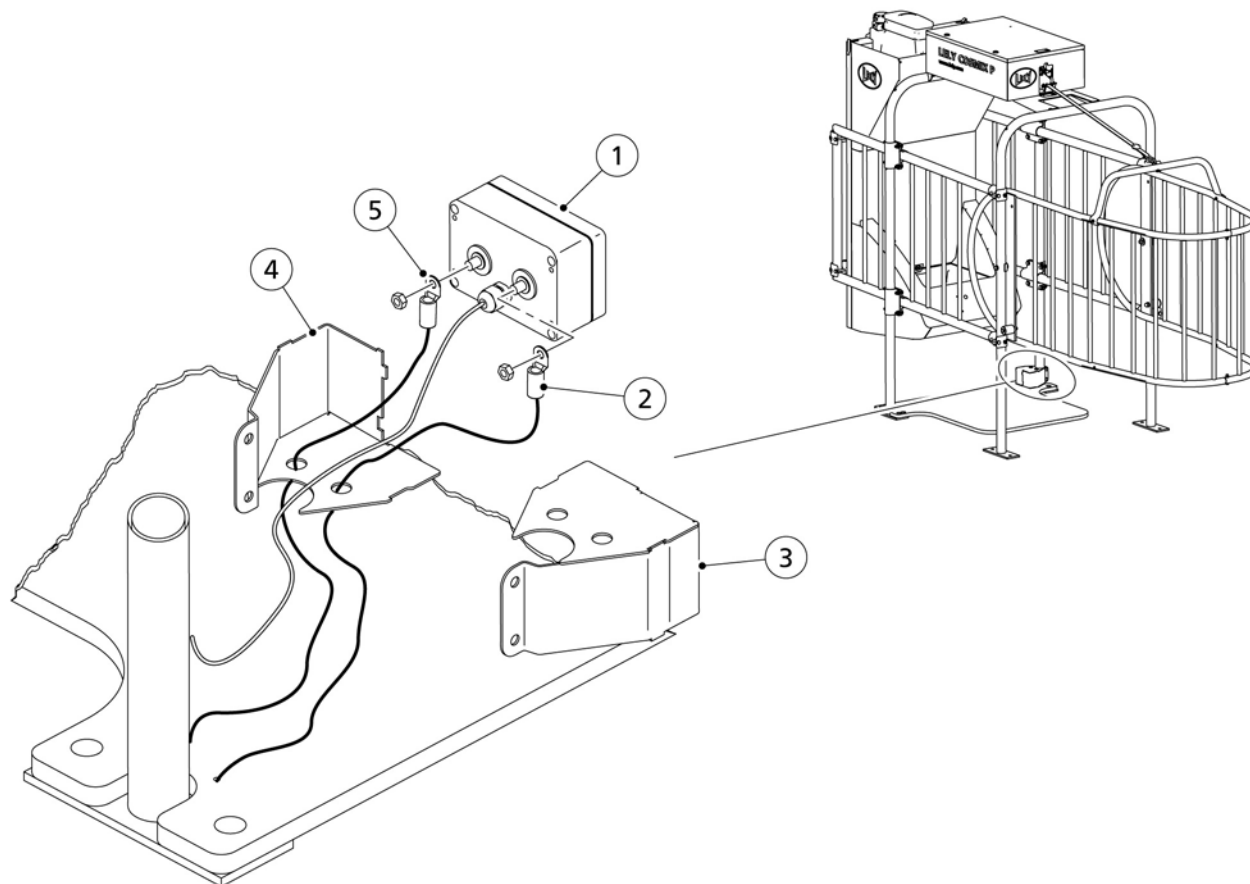

Figure 30. EWA transformaatori paigaldamine
3. Ühendage must õhutoru klapiploki toruliitmikuga (7, fig. 30, page 5-22).
4. Ühendage sinine õhutoru klapiploki toruliitmikuga (8).
6. Ühendage suruõhutoru õhuliitmikuga (6).
1. Eemaldage FSK juhttrükkplaadi (4, fig. 30, page 5-22) kruvid ja klamber.